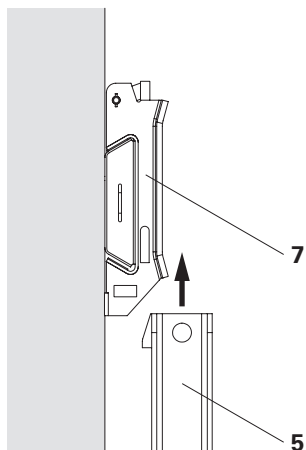
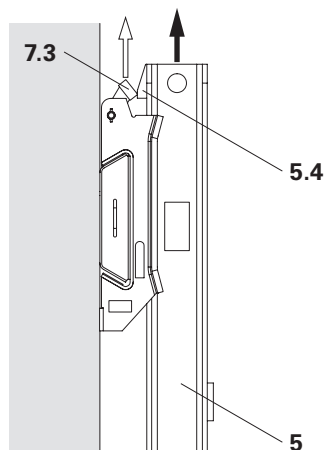
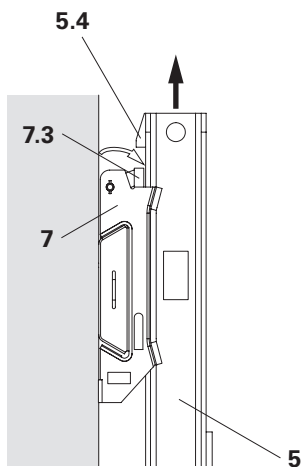

Fig. 40a
Fig. 40b
Fig. 40c
1. Retrazione del dispositivo di ripresa. (Fig. 40a)
- Le guide di ripresa (5) si inseriscono nei dispositivi di sospensione (7).
2. Eseguire la successiva corsa di sollevamento. (Fig. 40b)
- Le barre orientabili (7.3) ruotano indietro quando passano sui naselli di sostegno (5.4) della guida di ripresa (5).
3. Continuare la retrazione del dispositivo di ripresa fino a far passare le guide di ripresa (5) insieme ai naselli di sostegno (5.4) attraverso i dispositivi di sospensione (7). (Fig. 40c)